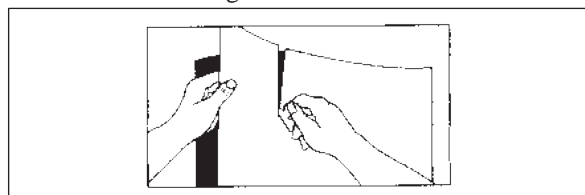

Fig. 19
1. Porre la grafica a faccia in giù su una superficie piana. Staccare e tagliare il liner da circa 1/3 da uno dei bordi. Fig. 19